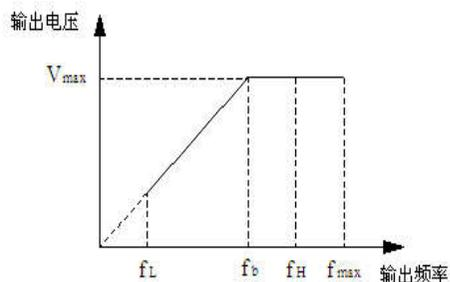

图5-1 电压与频率示意图
最大输出频率是变频器允许输出的最高频率，是加减速时间设定的基准，如下图所示的 f_{max} ；基本运行频率是变频器输出最高电压时对应的最小频率，一般是电机的额定频率，如下图所示的 f_b ；最大输出电压 V_{max} 是变频器输出基本运行频率时，对应的输出电压，一般是电机的额定电压；如下图所示的 V_{max} ； f_H 、 f_L 分别定义为上限频率和下限频率，如图5-1所示：
- 最大输出频率、上限频率、下限频率的关系如上图5-1所示，设置时请注意大小顺序。